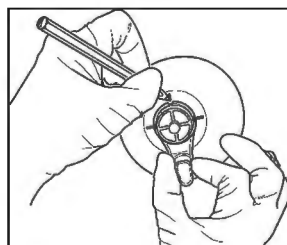

Figura 4
7. Conforme indicado na figura 4, com a ampulheta do ELD centrada no local de injeção do expansor de tecido, faça uma marca com um marcador em cada um dos quatro entalhes à volta do perímetro anterior do suporte do ELD.